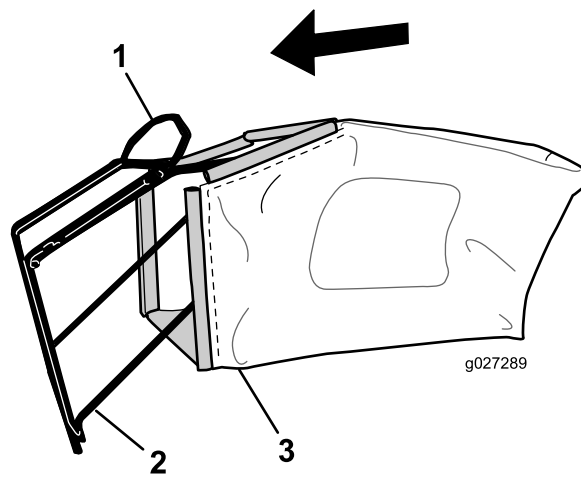

Figura 7
**Nota:** Non infilate il cestello sopra alla stegola (Figura 7).
1. Infilate il cestello di raccolta sopra il telaio come illustrato in Figura 7.